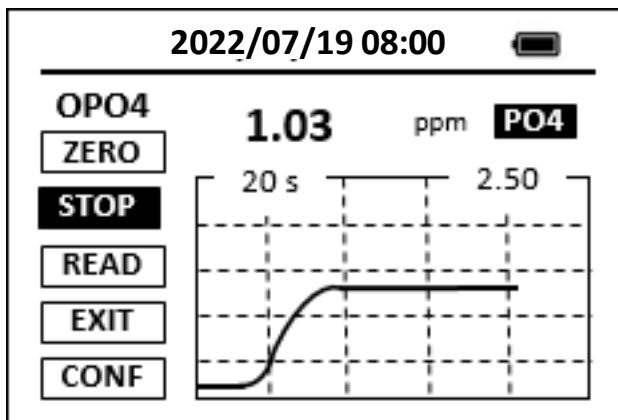

Figura 10. Concentración en función del Tiempo
3. Vuelva a colocar el vial de muestra en su compartimento y pulse el botón temporizador **TMR1**. AP50MM comenzará a monitorizar la reacción entre el reactivo y la especie que se desea medir en la muestra de agua. La concentración se muestra en el gráfico en función del tiempo (Figura 10).